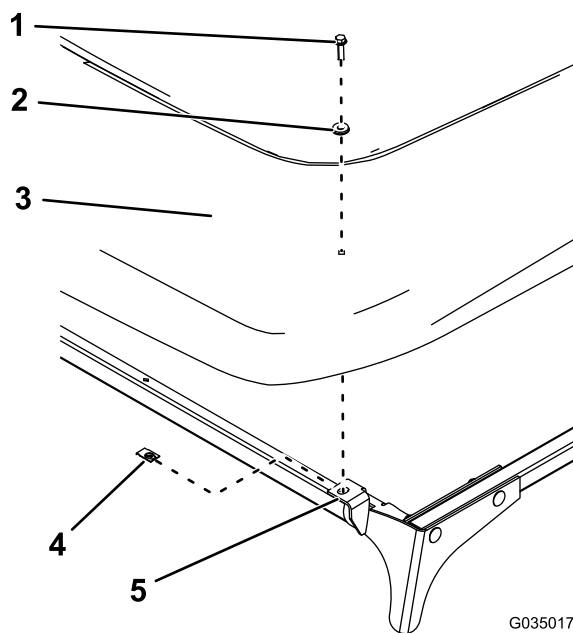

Figura 12
13. Instale a sombra nas placas dianteiras utilizando 2 cliques, 2 anilhas vedantes e 2 parafusos flangeados hexagonais (1/4 x 1 pol.), como se mostra na Figura 12.